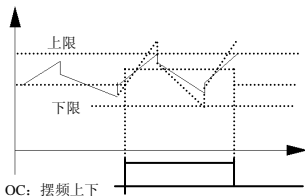

图 6-32 摆频幅度限制
- 16: 摆频上下限制**.选择摆频功能后若以中心频率计算所得摆频的频率波动范围超过上限频率 F0.10 或低于下限频率 F0.11 时,将输出指示信号,如图 6-32 所示。